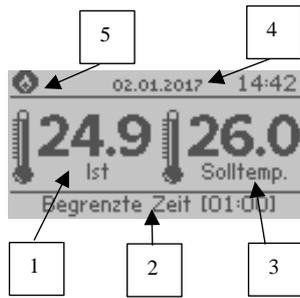

Abb. 3
2. Pfeil nach unten, Pfeil nach oben - Aus der Position des Startbildschirms (Abb.3) verändern Sie mit den „Pfeil nach unten / nach oben“ Tasten die Solltemperatur. Sollte sich das Gerät bis dahin in einem Zeitplanmodus oder dem Modus einer zeitabhängigen Temperatureinstellung befunden haben, wechselt der Modus mit
Beschreibung Start-Bildschirm (Abb.3)